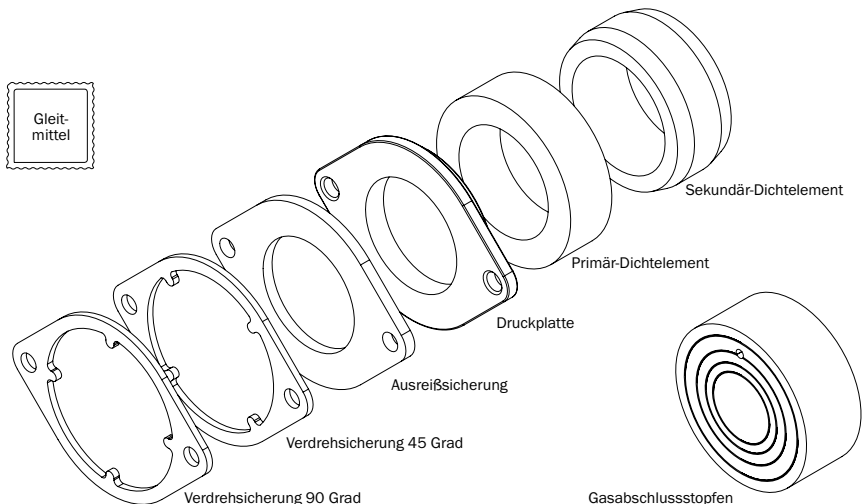

Abbildung 2.1: Montageset Verdreh- und Ausreißsicherung für Burger Gashauseinführung DN 25
2. Produktbeschreibung (s. Abbildung 2.1)